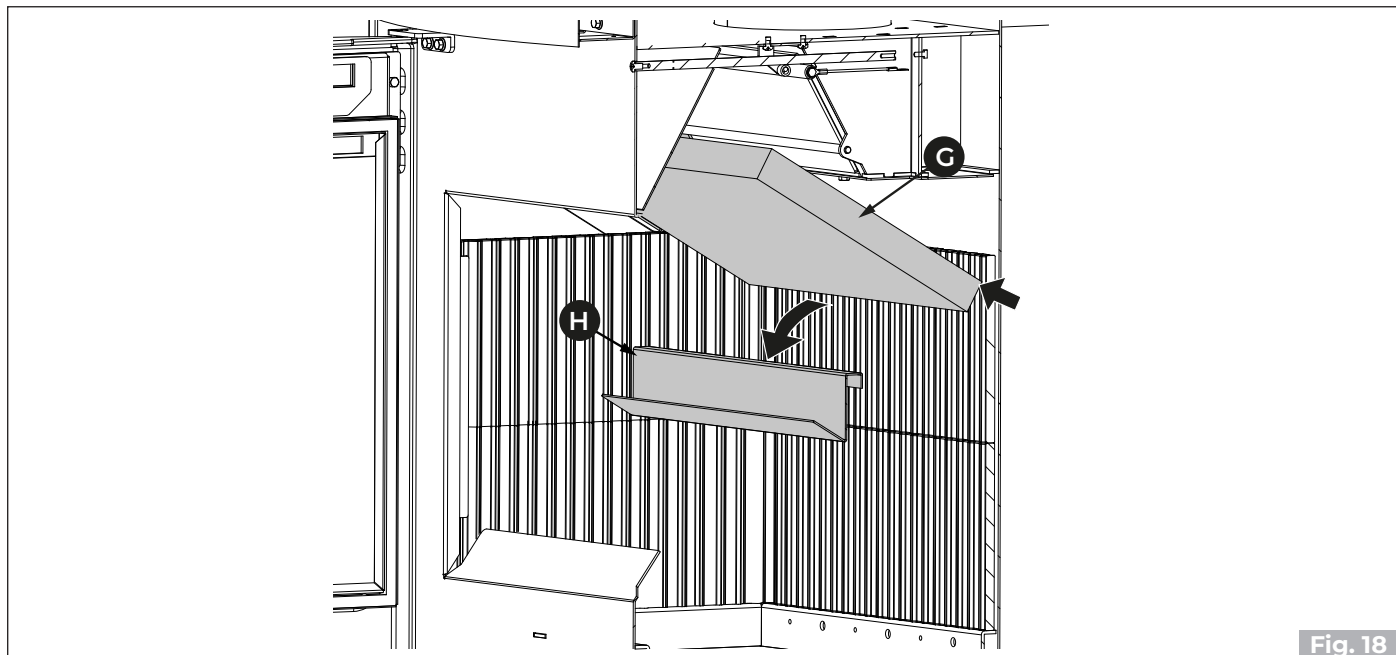
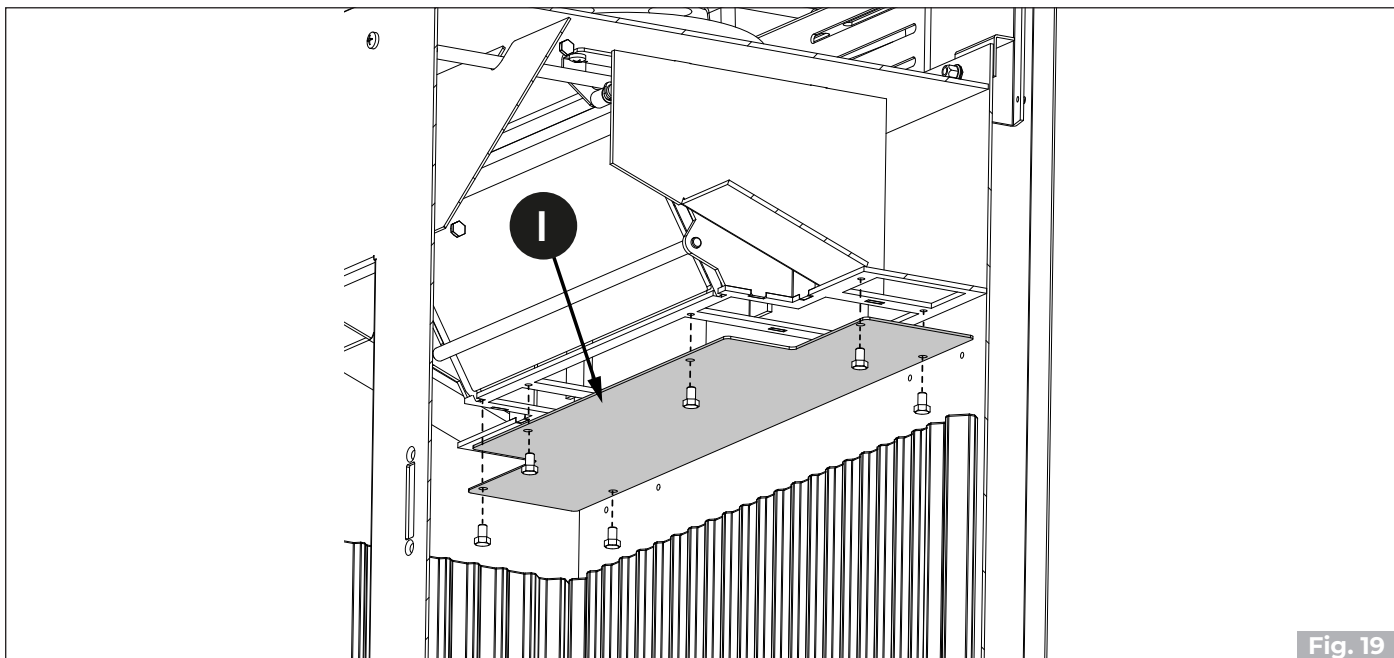

Fig. 18
Fig. 19
Ouvrez la porte, soulevez le déflecteur (G) et retirez la plaque de postcombustion (H) «Fig. 18». Retirer le capuchon du collecteur de fumée (I) (Fig. 19).